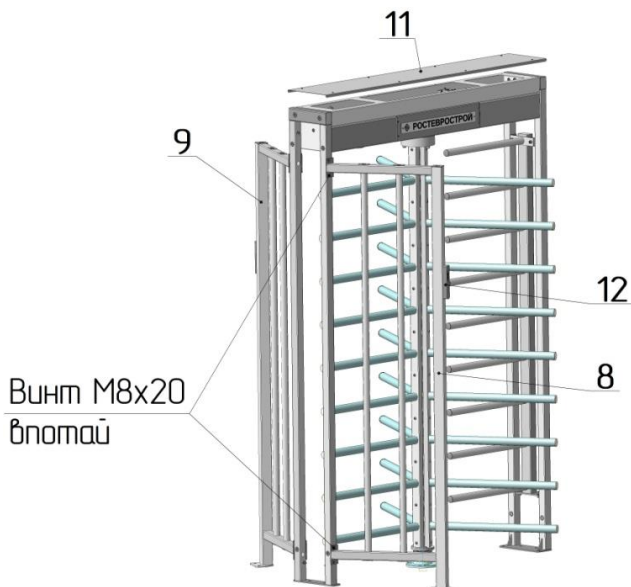

Рис.5
3. Установка ограждения (рис.5):
- установите на место крышку 11 (см. выше рис.5 - выполнить после подключения турникета и, при необходимости, проведения режима калибровки) и закрепите винтами М4.